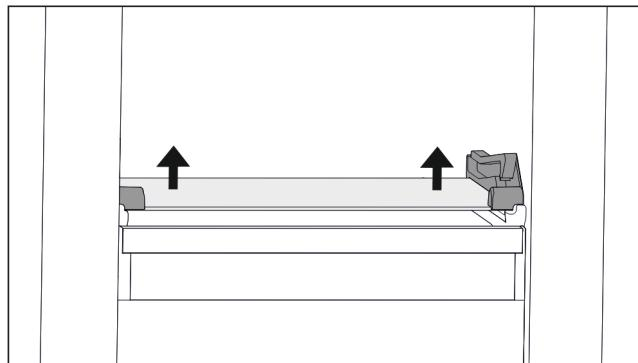

Fig. 92 Skleněná deska odklápací zásuvky
- Vytlačte skleněnou desku zdola na obou stranách nahoru. (viz Fig. 92)